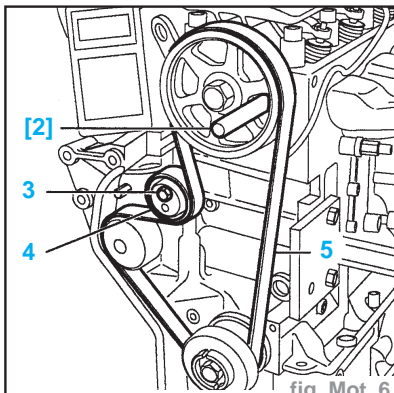
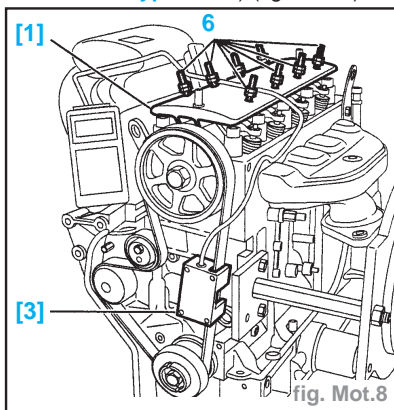

fig. Mot. 6
fig. Mot.8
- Vérifier que le galet tendeur (4) tourne
- Mettre en place l'appareil de mesure de tension de courroie (3) (appareil **SEEM C.TRONIC type 105-5**) (fig. Mot. 8).
- Desserrer l'écrou (3) (fig. Mot. 6).
- Tourner le galet tendeur (4) dans le sens inverse des aiguilles d'une montre pour afficher **44 unités SEEM**.
- Serrer l'écrou (3) à **2,2 daN.m**
- la pigne de poulie d'arbre à cames (2)
- l'appareil de mesure de tension de courroie (3)
- Dévisser les vis (6) (fig. Mot. 8).
- Mettre en place la plaque d'appui de culbuteurs (1) (réf. 0132AE) en respectant son sens de montage par rapport à la distribution.
- Serrer les vis (6) (s'assurer que toutes les cames sont libérées).
- Pigner le pignon d'arbre à cames à l'aide de la pigne (2) (réf. 0132RZ) (fig. Mot. 6).
- Desserrer l'écrou (3) de maintien du galet tendeur (4) pour détendre la courroie (5).